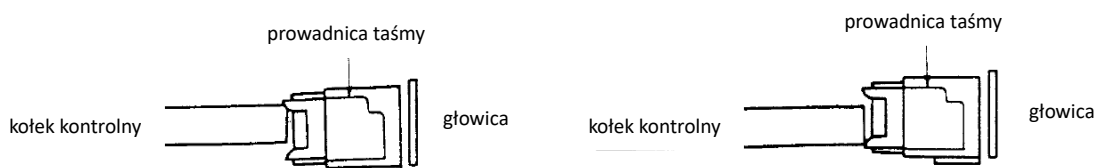

Fig. 4
* Jeśli kołek kontrolny styka się z prowadnicą taśmy, dokonaj regulacji w następujący sposób. (patrz Fig. 4.)